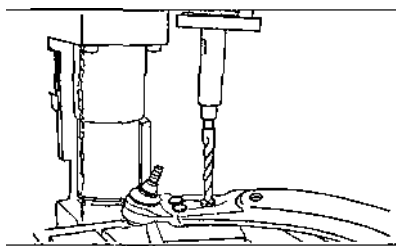

Рис. 5.10.
- высверлить при помощи сверла диаметром 12 мм головки заклепок, крепящих корпус шарового шарнира к рычагу подвески (рис. 5.10);